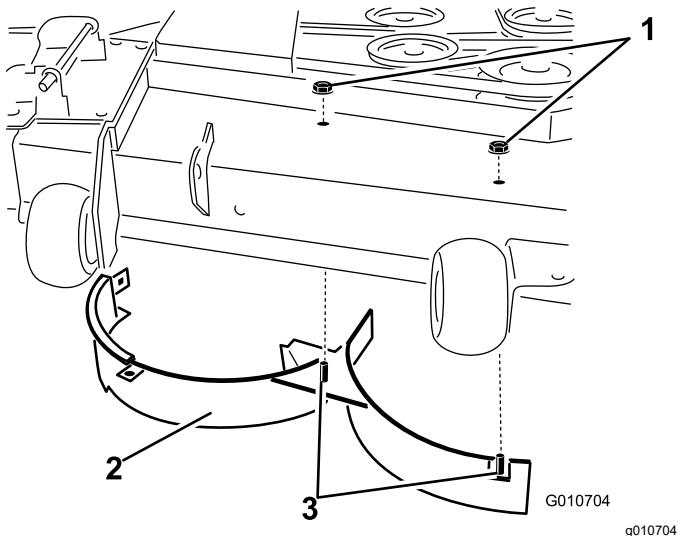

Figura 15
- Rimuovete i 2 dadi di bloccaggio (5/16") fissati sui perni saldati del deflettore destro in posizione centrale e destra, sulla parte superiore del piatto di taglio (Figura 15).